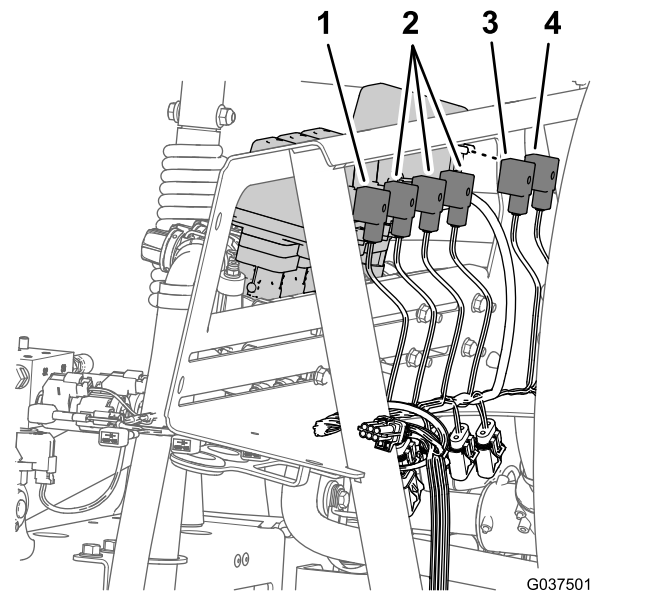

Figure 22
2. À l'arrière du support du collecteur, débranchez le connecteur à 3 douilles de la vanne d'agitation et les connecteurs à 3 broches des 3 vannes de section de rampe (Figure 22).